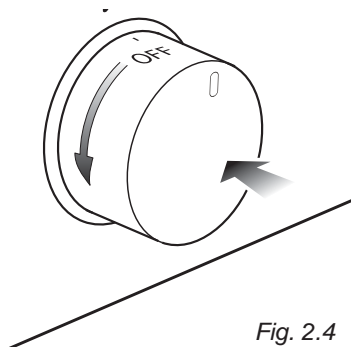

Fig. 2.4
1. Poussez et tournez le bouton dans le sens antihoraire jusqu'à la position **HI** (ouverture maximale). Enfoncez et tenez le bouton jusqu'à ce que les flammes s'allument (fig. 2.4). Les étincelles produites par le diffuseur situé à l'intérieur du brûleur allumeront les flammes. Dans le cas où les conditions d'alimentation en gaz locales rendent difficile l'allumage du brûleur avec le bouton à la position **HI** (ouverture maximale), essayez de nouveau en tournant le bouton à la position **LO** (ouverture minimale).
2. Poussez et tournez le bouton dans le sens antihoraire jusqu'à la position **HI** (ouverture maximale). Enfoncez et tenez le bouton jusqu'à ce que les flammes s'allument (fig. 2.4). Dans le cas où les conditions d'alimentation en gaz locales rendent difficile l'allumage du brûleur avec le bouton à la position **HI** (ouverture maximale), essayez de nouveau en tournant le bouton à la position **LO** (ouverture minimale).